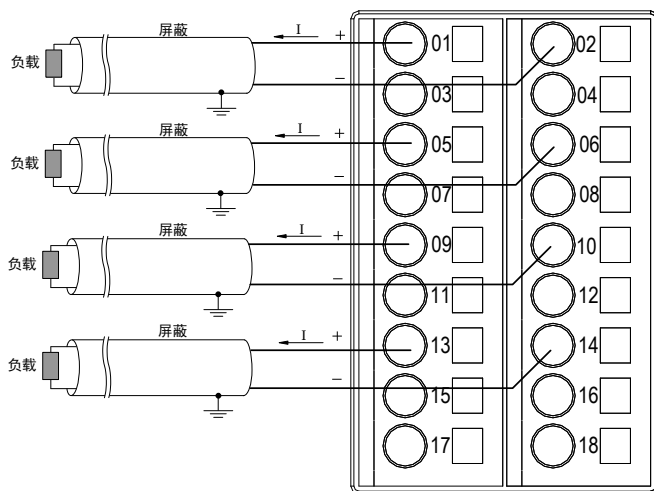

图 213 LK511 背板端子接线示意图
- 4 路电流型 AO，仅使用图 213 中 4 对接线端子，其余端子不用，严禁接线。